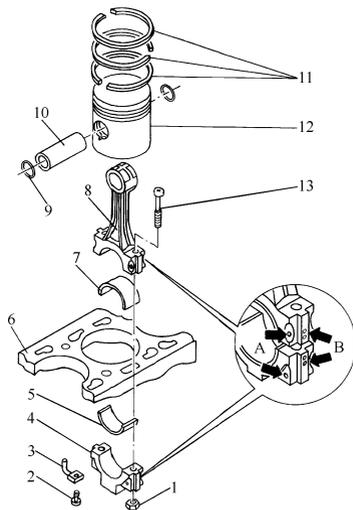

图 2-64 奥迪 A6 ANQ 发动机活塞连杆组的分解
奥迪 A6 ANQ 发动机活塞连杆组的分解见图 2-64。
2) 拆卸连杆和连杆轴承盖时，应标出所属气缸号“B”和安装位置标记“A”(图 2-64)。安装时，标记“A”必须对应，并朝向同步带轮方向(发动机前方)。拧紧连杆锁紧螺母时，应在接触面涂少量机油，拧紧力矩为 $30\text{N} \cdot \text{m} + 1/4$ 圈。